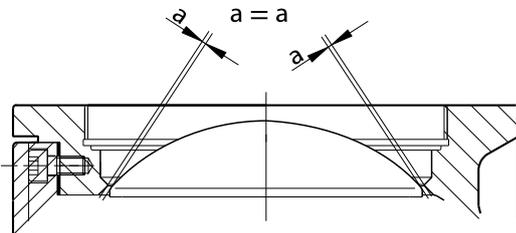

Fig. 6-6 Secteur sphérique central
3. Vérifiez que le secteur sphérique est centré sur le corps de vanne. Lors du montage, vérifiez que le secteur sphérique ne présente pas un jeu trop important ou n'est pas monté trop serré. Le jeu doit être uniforme autour du secteur sphérique complet. Cela peut être vérifié plus précisément en plaçant une jauge d'épaisseur sur l'extrémité de l'arbre correspondante (→ Fig. 6-6). Réglez la position du secteur sphérique à l'aide de cales.